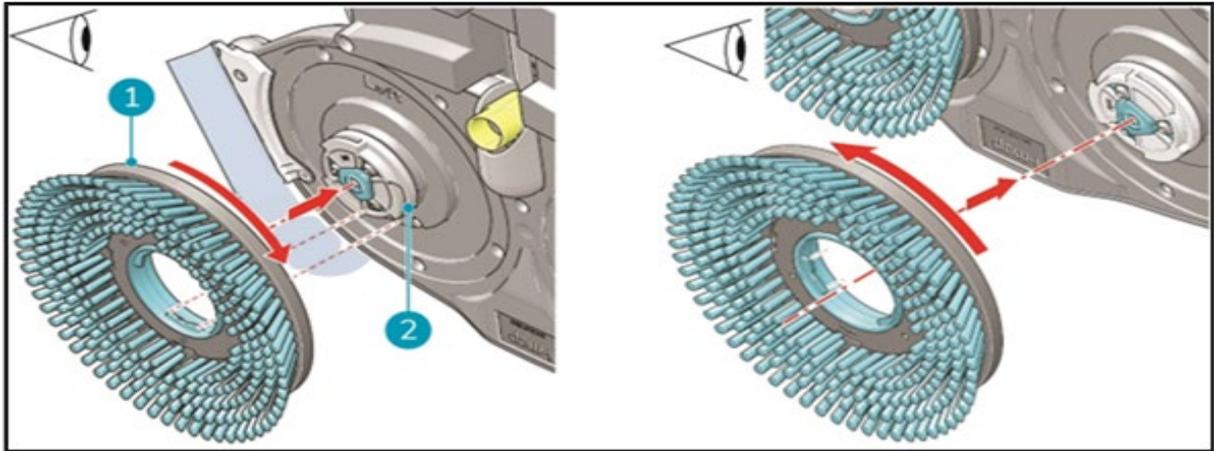

Figure 10
3. Alignez le balai gauche (figure 10, pos 1) avec le disque moteur gauche (figure 10, pos 2). Alignez les loquets et les découpes du balai et du disque moteur.